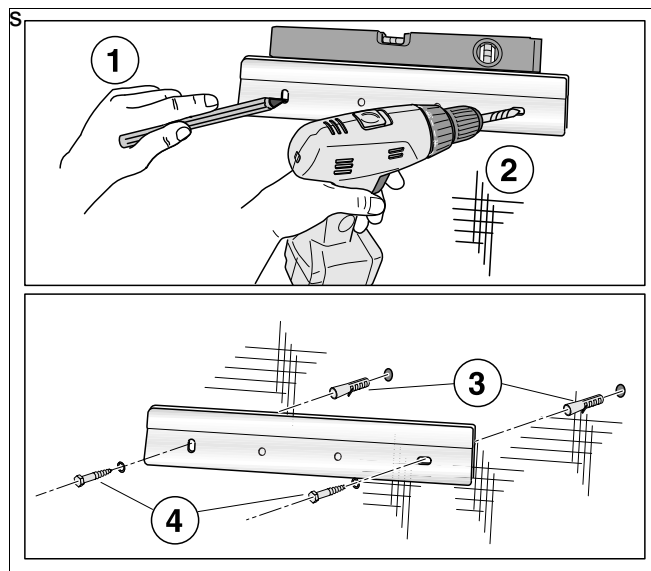

Fig. 7 Montați suportului de perete
- Marcați cu ajutorul suportului de perete cele două găuri (fig. 7, etapa 1).
- Forțați 2 găuri în perete (fig. 7, etapa 2).
- Cele 2 dibluri livrate se bagă în găuri (fig. 7, etapa 3).
- Montați suportul de perete orizontal cu ajutorul celor două șuruburi livrate (fig. 7, etapa 4).